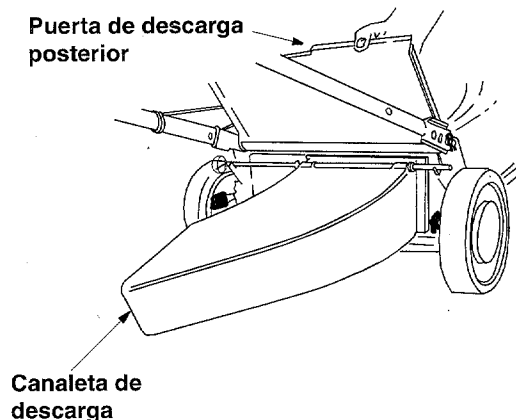

Figura 6
- Levante la puerta de descarga posterior de la cortadora. Coloque los extremos de la varilla dentro de las ranuras en los conjuntos del soporte de la manija. Vea la Figura 6. Desenganche la puerta de descarga posterior.